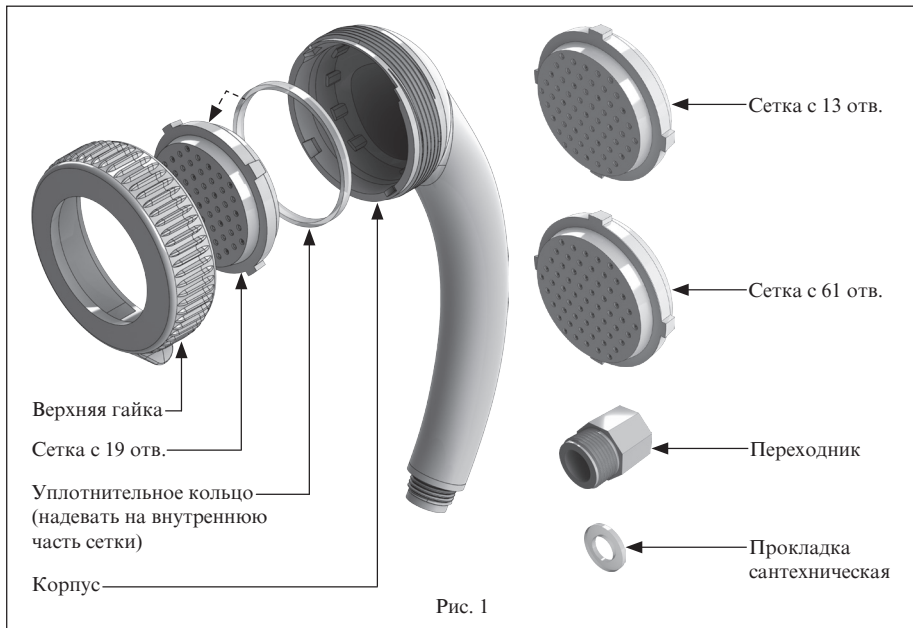

Рис. 1
1. Душ Алексеева в собранном виде – 1 шт. (см. рис. 1), с установленной сеткой с 19 отверстиями;